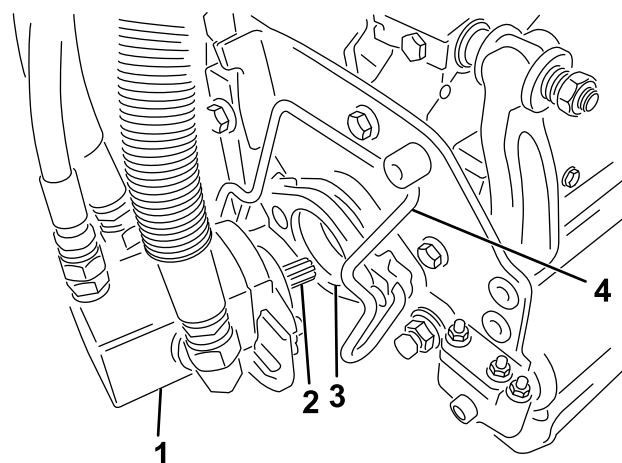

Figura 44
5. Spalmate del grasso pulito sull'albero scanalato del motore dell'apparato di taglio (Figura 44).
6. Inserite il motore nel lato sinistro dell'apparato di taglio (come mostrato dalla posizione dell'operatore) e tirate la barra di fissaggio del motore sull'apparato di taglio verso il motore stesso fino a udire chiaramente uno scatto da ambo i lati del motore (Figura 44).